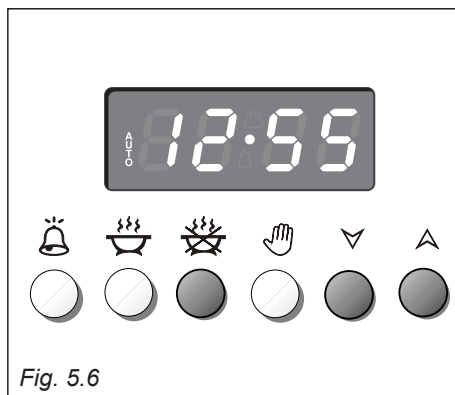

Fig. 5.6
2. Inställ tidpunkt för avslutad tillagning genom att trycka på  (redan inställd tid visas i displayen.) Inställ tillagningsslut med  eller  (Fig. 5.6).